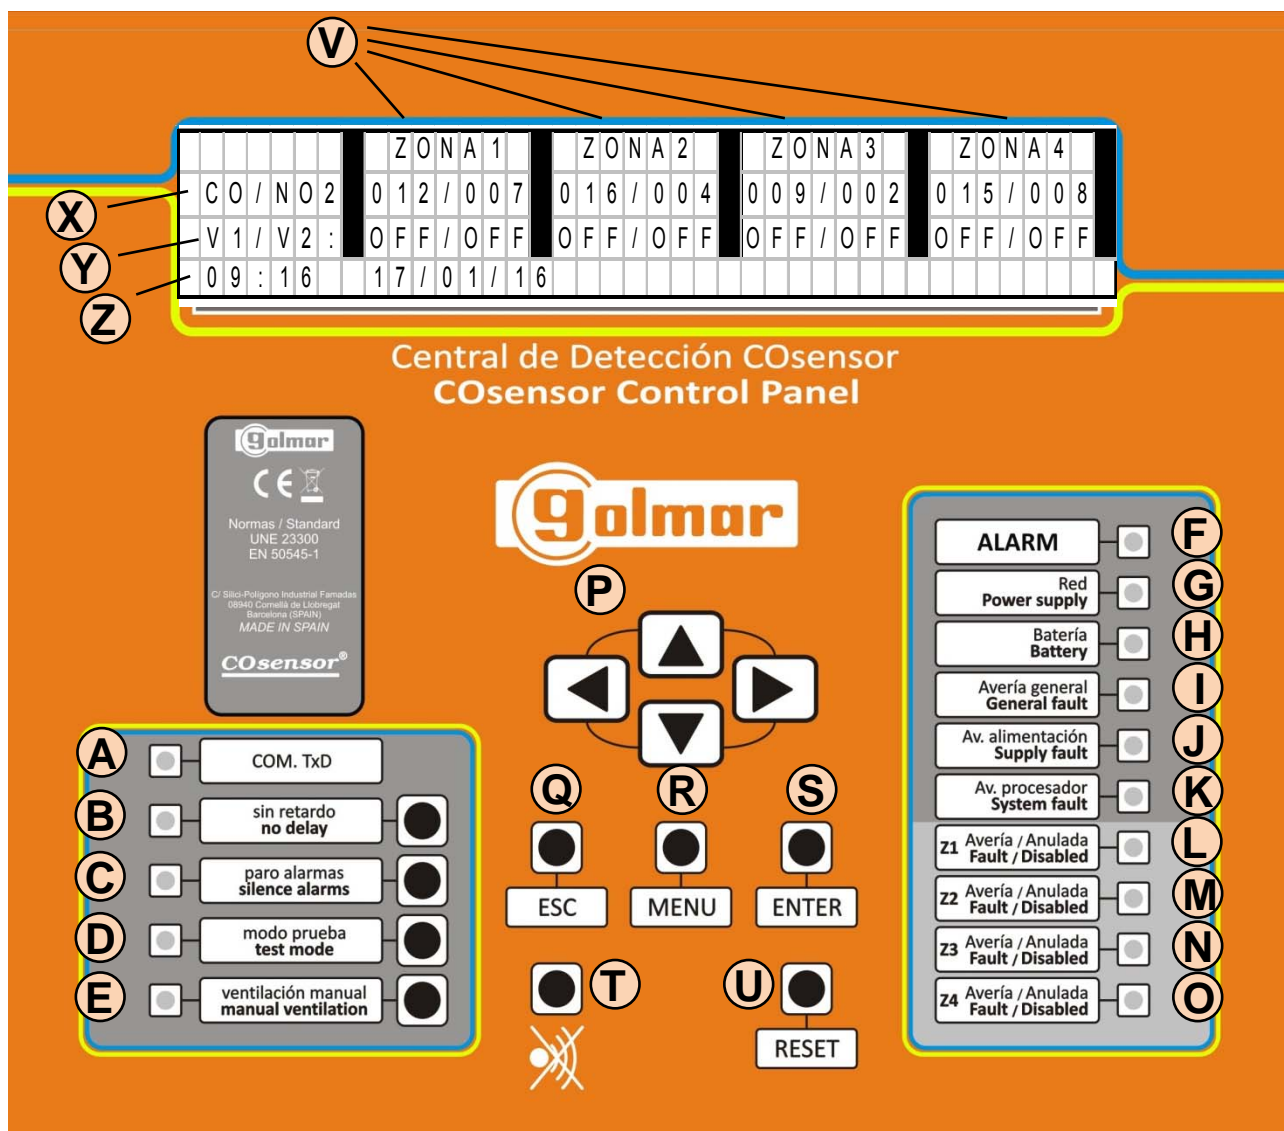

Figura 10: Panel de control de la central
9. La central debe quedar en estado de trabajo con el led de red encendido (letra G en la figura 10).
Una vez comprobadas estas salidas y led del panel de control, presionando nuevamente el botón "modo manual", la central recupera el modo automático de funcionamiento apagándose el led de modo manual (letra E de la figura 10). Si es necesario, en el menú 1 de la central (ver capítulo 10), punto 5, se pueden activar y desactivar las salidas de ventilación de cada zona de forma individual.
Poner las zonas en modo prueba presionando la tecla "modo prueba" (letra D de la figura 10) en la central. En este modo de funcionamiento, se modifica el comportamiento del led del sensor y se desactivan todos los relés de todas las zonas.